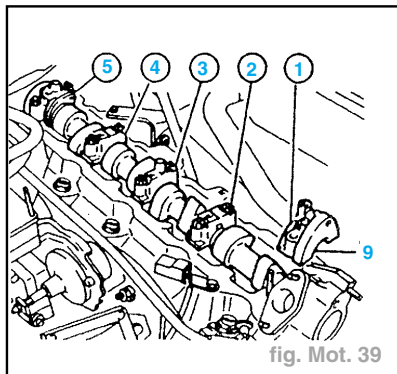

fig. Mot. 39
- les chapeaux de paliers nos **2, 3, 4** et **5** en respectant l'ordre et le sens de montage (fig. Mot. 39).
- Enduire la face (9) du palier n° 1 de Loctite Formajoint (fig. Mot. 39).